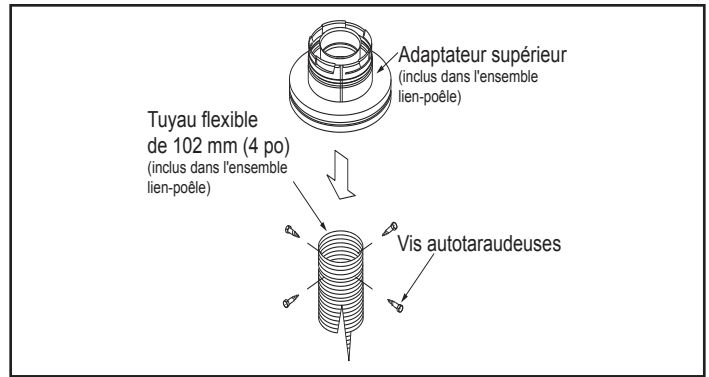

Figure 4.19
- Connectez l'extrémité du tuyau flexible à la face inférieure de l'adaptateur supérieur au moyen de quatre vis autotaraudeuses. Voir la Figure 4.19.
5. Connectez la chemise flexible à l'adaptateur supérieur, au moyen de trois vis à tôle. Voir la Figure 4.19.